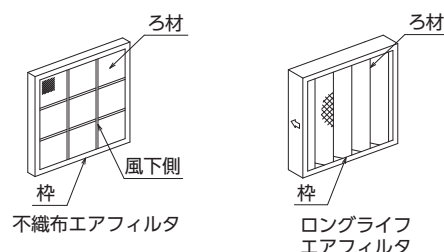

図3-20 粗塵フィルタ
- 不織布エアフィルタ、ロングライフエアフィルタなど（図3-20 参照）